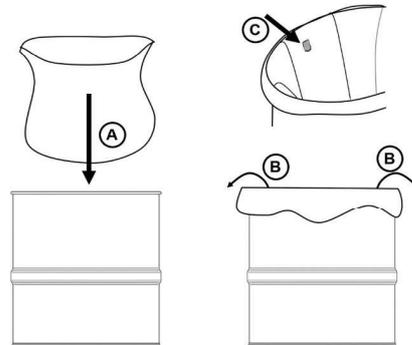

Abb. 5: Staubbeutel einsetzen
- Stecken Sie den Beutel in den Behälter (A, Abb. 5).
- Stülpen Sie den Beutel über den Rand des Tanks (B)
- Vergewissern Sie sich, dass die beiden Luftauslassöffnungen im Inneren des Behälters (C) durch den Beutel hindurchgehen, damit die Öffnung nicht blockiert und somit die Saugleistung vermindert wird..